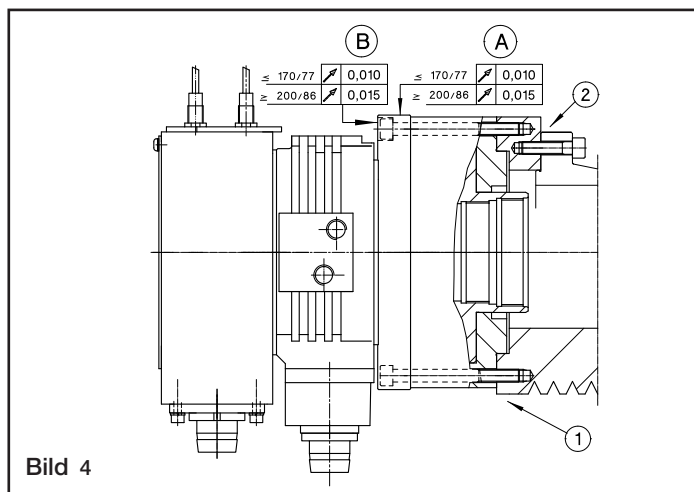

Bild 4
- 2.1 Es gibt mehrere Möglichkeiten, wie der Hydraulikzylinder an die Maschinenspindel angebaut werden kann. Er kann direkt oder mittels eines Zwischenflansches an die Spindel befestigt werden. Dies ist abhängig von der Befestigungsart am Maschinenspindelende (siehe Bild 4).
- 2.4 Nach Überprüfung des Maschinen-Zylinderflansches wird der Zylinder montiert. Die Befestigungsschrauben werden zuerst leicht angezogen und anschließend muss der Zylinder auf die exakte Zentrumslinie der Maschine ausgerichtet werden (Bild 4). Es sollten folgende Werte erreicht werden.